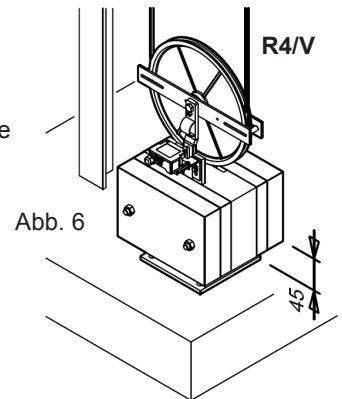

Abb. 6
- Die Führungshalterung vom Gegengewicht so montieren, um eine perfecte Flechtung zwischen Rolle des Geschwindigkeitsbegrenzers und Rolle des Spanngewichts (Abb. 6) zu haben.
- Spanngewicht unterbauen, bis es eine Distanz von ca. 45 mm von der Schachsohle erreicht (grober Richtwert) (Abb. 6).
- Subir el estribo de guía del contrapeso de manera a tener una alineación perfecta entre la polea del limitador y la polea tensora (Fig. 6).
- Poner un soporte en el contrapeso hasta que quede una distancia de unos 45 mm del fondo del hueco del ascensor (valor aproximado) (Fig. 6).